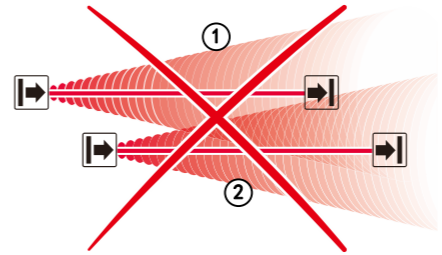
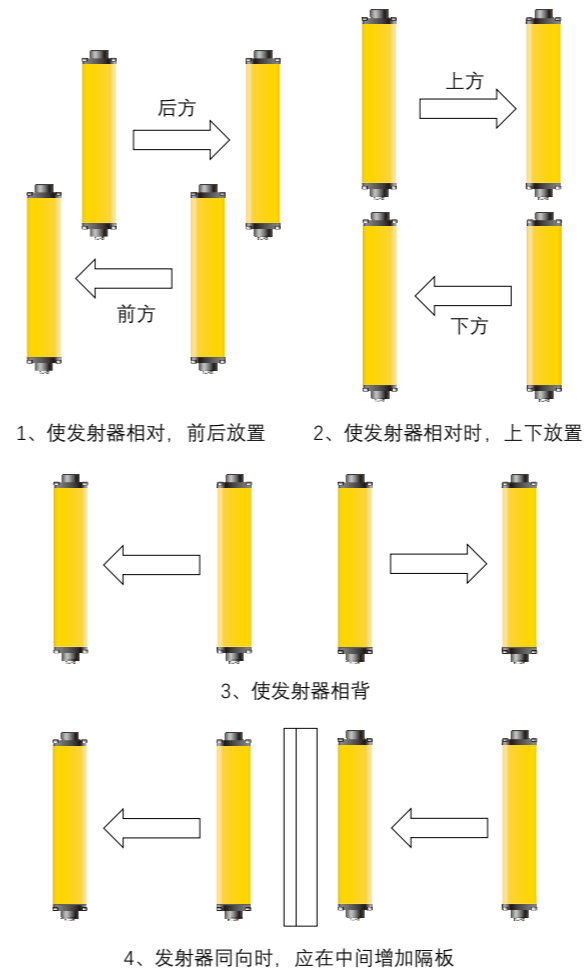

图 8-4 避免系统①和系统②之间相互干扰示意图
图 8-5 防止光栅与光栅之间相互干扰的安装位置示意图
当两套或多套光栅装置的安装位置相邻时，光栅装置之间容易产生相互干扰，如图 8-4 所示，系统①发射单元的红外线光可能影响到系统②的接收单元。这可能会干扰系统②的防护功能，这意味着操作人员处于危险之中，因此需参照图 8-5 安装。即在没有挡光隔板的情况下应避免相邻光栅安装于同一侧，否则发射器发出的光线容易照射到邻近的另一套接收器上。（☞为发射器，☜为接收器）